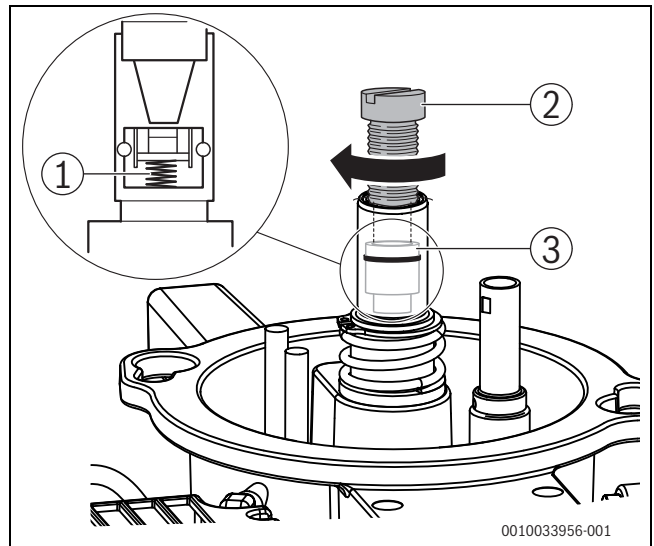

Bild 70 Abschlussventil austauschen
- ▶ Schraube M5 x 50 (→ Bild 70, [2]) einschrauben.
- ▶ Abschlussventil herausziehen (→ Bild 70, [3]).